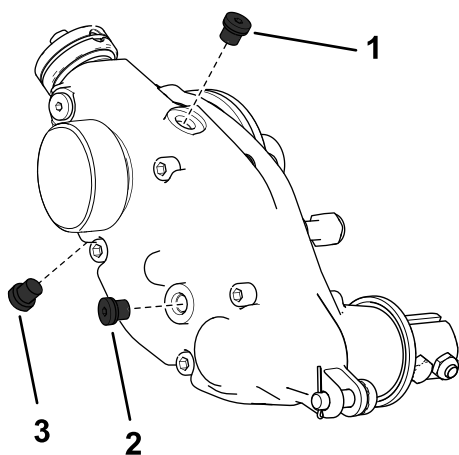

Figura 28
2. Remova o tampão de escoamento no fundo da caixa (Figura 28).
3. Remova o tampão de enchimento na lateral da caixa e desaperte o tampão de ventilação na parte superior para que o ar possa passar (Figura 28).